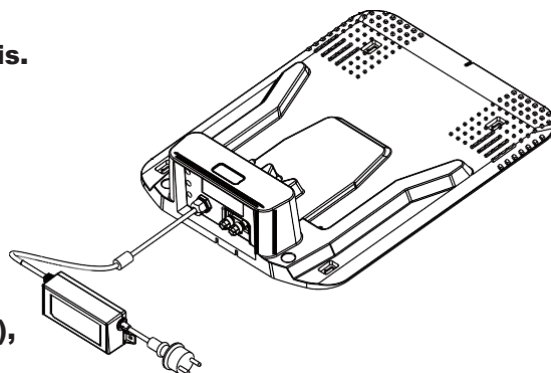

Fig. 6 : adaptateur de recharge
4. Branchez l'adaptateur à une prise secteur (voir fig. 6 ci-contre).